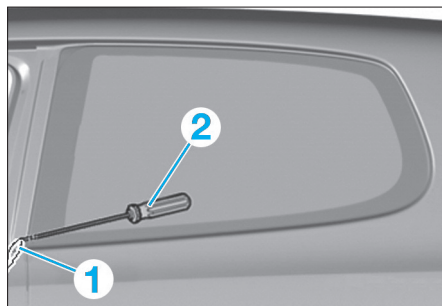

FIG. 4
- Tirer une extrémité du fil tranchant (1) vers l'intérieur du véhicule en le faisant passer à travers la colle à l'aide de l'alène (2) (Fig.4).